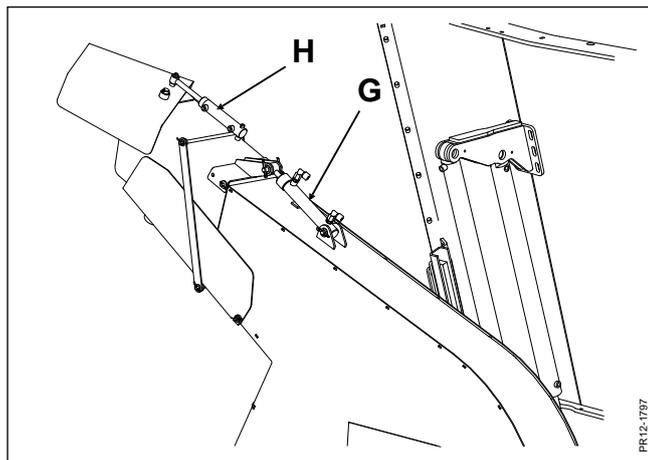

Fig. 2-7
- Fig. 2-7** 3) Réglez la goulotte à l'aide de la manette **(5)**.